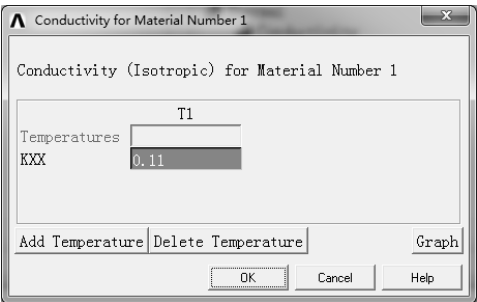

图 8-54 “Conductivity for Material Number 1”对话框
2) 在右侧列表中选择“Thermal>Conductivity>Isotropic”，弹出“Conductivity for Material Number 1”对话框，在“KXX”文本框中输入 0.11，如图 8-54 所示。单击“OK”按钮返回。